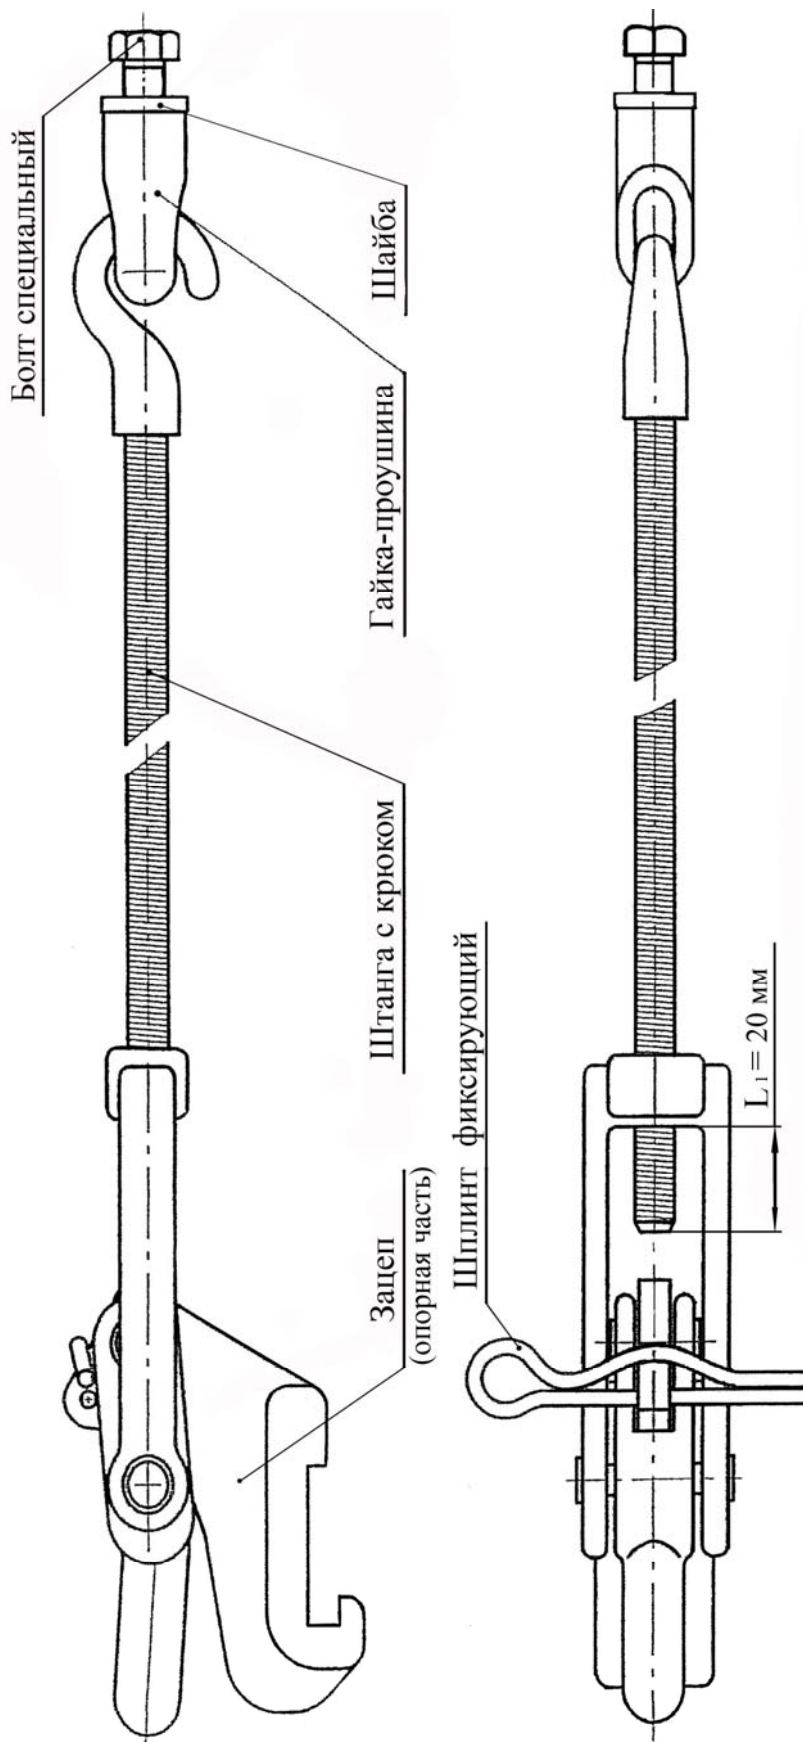

Рисунок 3 - Механизм для сдвигания
2. Подготовить механизмы для сдваивания, установить размер L_1 , вкручивая или выкручивая штангу с крюком (рис.3).
4. До установки проставочного кольца специального колеса в обод основного необходимо предварительно в отверстиях основных колес трактора закрепить гайки-проушины механизмов для сдваивания с помощью специальных болтов (рис.3), под головки которых установить пружинные шайбы. Специальные болты затянуть моментом от 570 до 630 Н·м. Отверстия гаек-проушин, за которые цепляются штанги с крюками, должны быть установлены по касательной к диаметру их расположения.